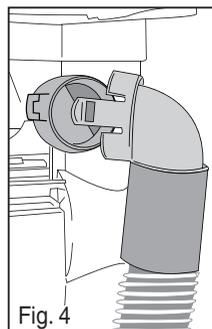

Fig. 4
- **Conector de la manguera** – Para retirar el conector, jale el lado izquierdo de la lengüeta hacia afuera. Quite la basura. Alinee la lengüeta a la derecha y vuelva a colocar el conector en su sitio con un chasquido (Fig. 4).